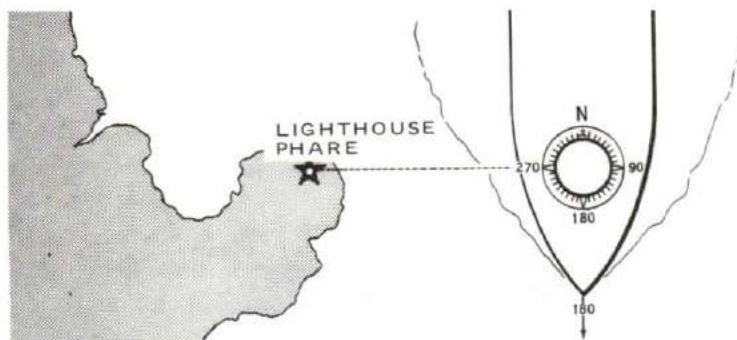
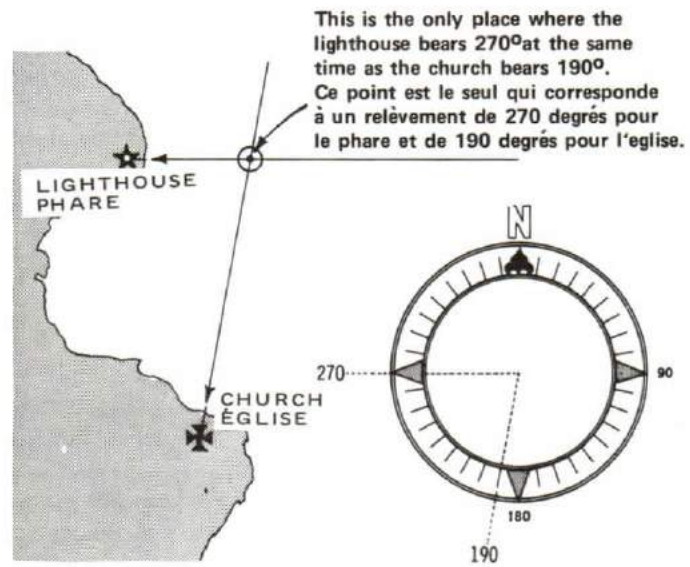

Figure 3-13
Figure 3-14
6. If you can see land, the compass is used to find out at what angle certain objects ashore are to your ship. For example, looking along your compass you may see that a lighthouse is along the 270° line. See Figure 3-13. That is to say, it "bears" 270° - you may see that a church steeple bears 190° . These objects are now found on a chart, and lines are drawn from there at the correct angle. Where the lines cross must be where the ship is because there can only be one place from which the two objects will have exactly the bearings you have taken. This is shown in Figure 3-14.
6. En vue de la côte, on se sert du compas pour trouver l'angle formé entre le navire et certains objets à terre. Par exemple, en visant au-delà du compas, on peut repérer un phare dans un alignement de la ligne 270° degrés, c'est-à-dire dans l'azimut ou relèvement 270° (voir la figure 3-13). Dans une autre visée, on aperçoit un clocher d'église à 190° degrés. On reporte alors ces angles sur la carte et on trace les lignes de ces points à l'angle exact. Le point où les lignes tracées se croisent correspond à la position du navire puisqu'il ne peut exister qu'un seul endroit à partir duquel les deux objets relevés auront l'azimut repéré. La méthode est illustrée à la figure 3-14.